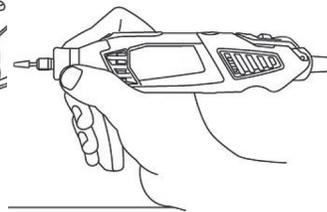

Рис. 5
3. Захват инструмента при использовании дополнительной рукоятки показан на (рис. 5.)